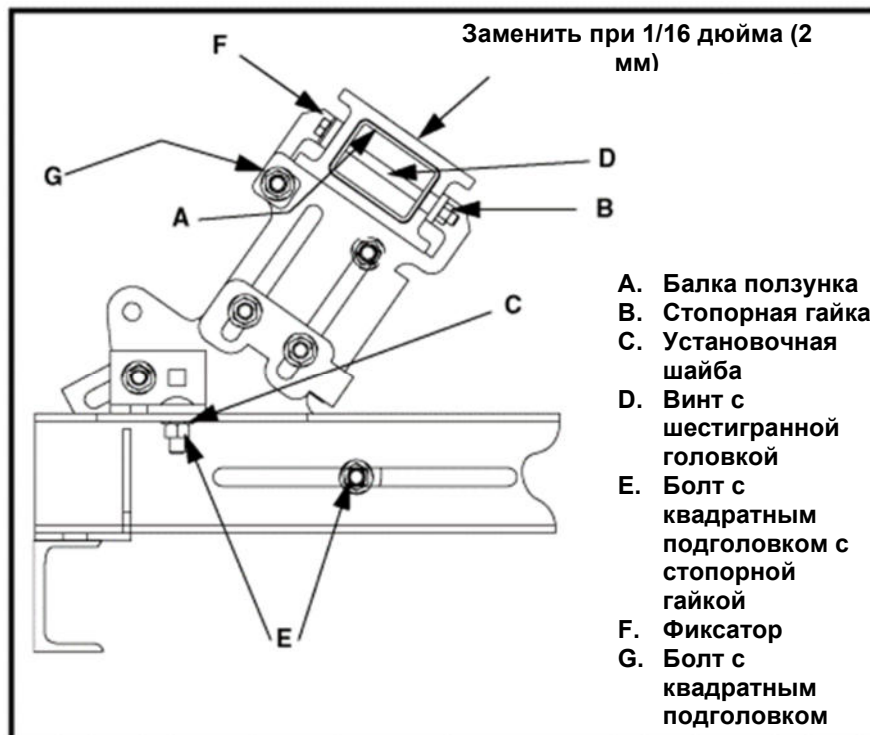

Рис. 7. Регулировка или замена балок ползунка
- а. Ослабьте стопорные гайки на болтах с квадратным подголовком (см. рис. 7, поз. Е).